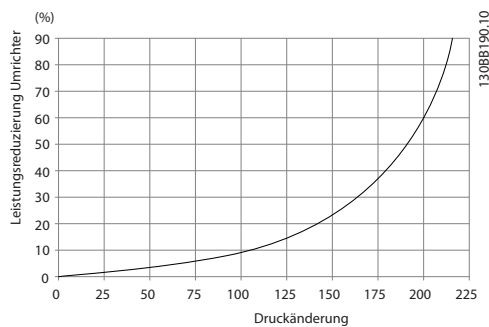

Abbildung 3.33 Baugrößen F1, F2, F3, F4 Leistungsreduzierung vs. Druckänderung Luftzirkulation des Frequenzumrichters: 580 cfm (985 m³/h)
1. Wenn externe Lüftungsbaugruppen am Abluftkanal des Frequenzumrichters montiert werden, entsteht ein zusätzlicher Gegendruck, der die Kühlung des Frequenzumrichters reduziert. Reduzieren Sie die Leistung des Frequenzumrichters entsprechend der reduzierten Kühlung. Berechnen Sie zunächst den Druckabfall, und schauen Sie anschließend in *Abbildung 3.31 bis Abbildung 3.33* nach.
1. Wenn externe Lüftungsbaugruppen am Abluftkanal des Frequenzumrichters montiert werden, entsteht ein zusätzlicher Gegendruck, der die Kühlung des Frequenzumrichters reduziert. Reduzieren Sie die Leistung des Frequenzumrichters entsprechend der reduzierten Kühlung. Berechnen Sie den Druckabfall, sehen Sie anschließend in *Abbildung 3.31 bis Abbildung 3.33*.